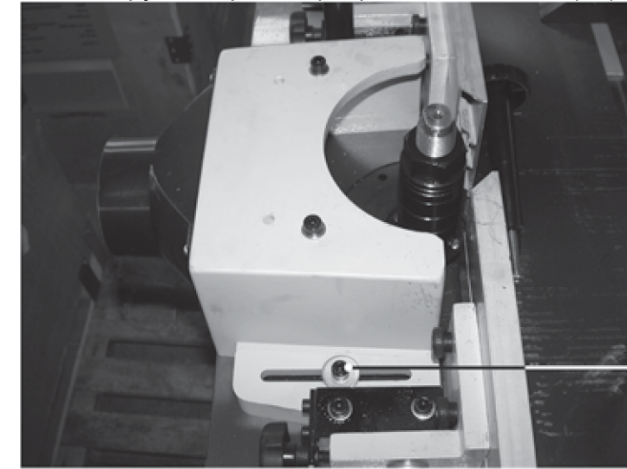

Рис. 11
8.8.1. Выкрутите транспортировочные винты (63) и на их места установите винты фиксации (7), Рис. 11,12.